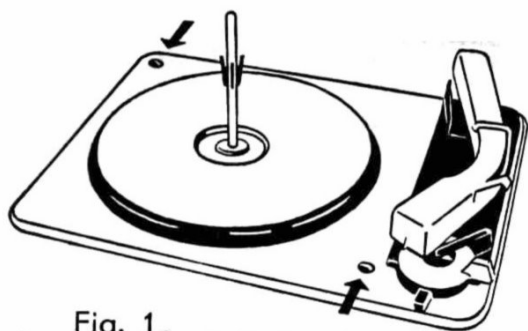

Fig. 1
1.1 Chassis-Arretierung auf der Grundplatte durch Linksdrehen der beiden Schrauben am Chassis-Rande lösen. Bei Spielbetrieb muß Gerät frei federnd auf der Grundplatte ruhen (Fig. 1). (Gilt nicht für BINGO 16)
- 1.1 Loosen chassis restrainer on the mounting base by turning both of the screws on the chassis rim counter-clockwise. When in operation, the unit must rest freely suspended on the mounting base (Fig. 1). (Not applicable for BINGO 16)
- 1.1 Libérer le chassis, pressé contre l'embase, en desserrant (rotation vers la gauche) les deux vis localisées sur le bord du chassis. Pendant l'audition d'un disque, le changeur doit pouvoir osciller élastiquement sur l'embase (Fig. 1). (N'étant pas applicable à BINGO 16)